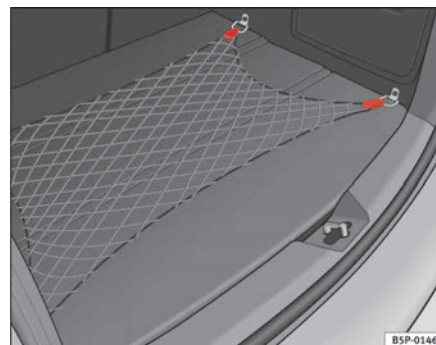

Fig. 107 Red portaobjetos maletero
- Utilice las anillas de amarre existentes en los laterales del maletero, para fijar la red portaobjetos ⇒ página 144, fig. 107